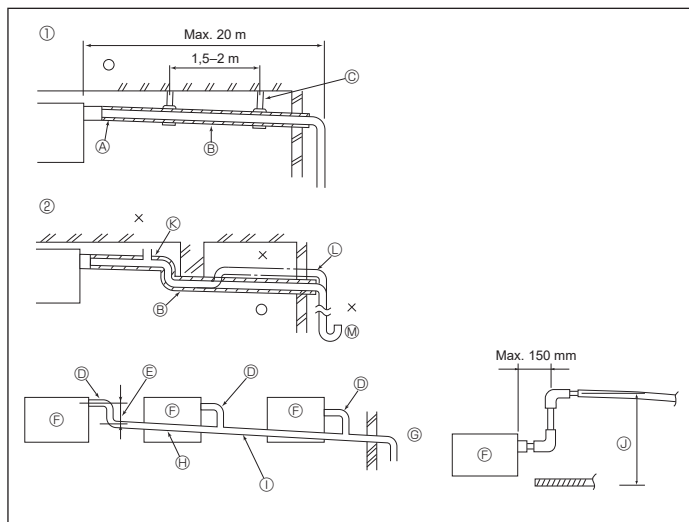

Fig. 6-1
6.1. Anslutning av kondensvattenrör (Fig. 6-1)